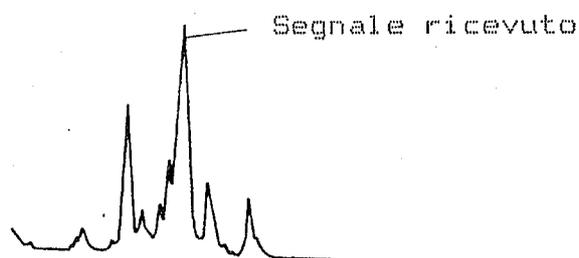

Figura 4. Distribuzione dei segnali nella banda osservata durante la ricezione.
- 3) Dopo la corretta impostazione del comando \blacktriangleleft , disattivate il tasto CAL marker del TS-950 per prepararvi alla ricezione del segnale. Potrete osservare distribuzioni dei segnali nella banda simili a quelle illustrate in figura 4.